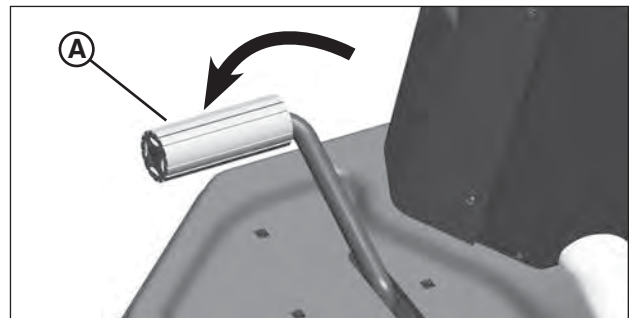

Figure 5: Pédale d'embrayage/frein
4. Enfoncer complètement la pédale d'embrayage/frein (A, Figure 5).